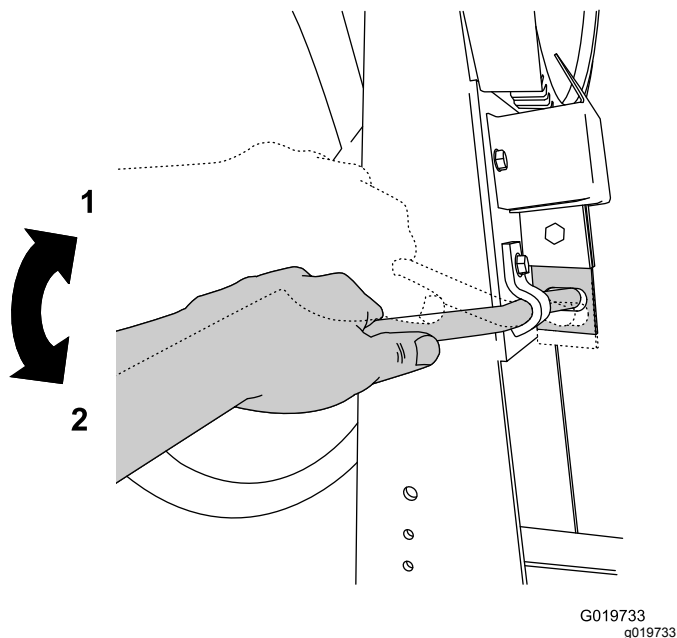

Figure 4
4. Verrouillez la cuve en position en poussant la poignée du frein de basculement vers le bas (Figure 4).